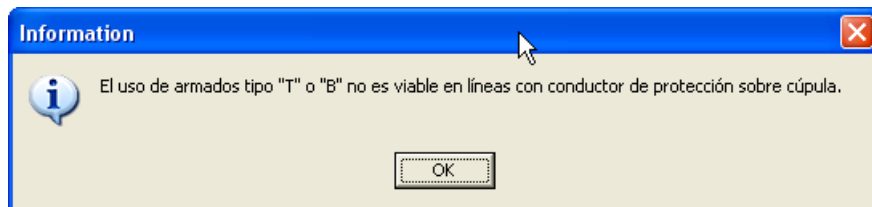

Figura 11.8.
- Figura 11.8: no necesita comentario.